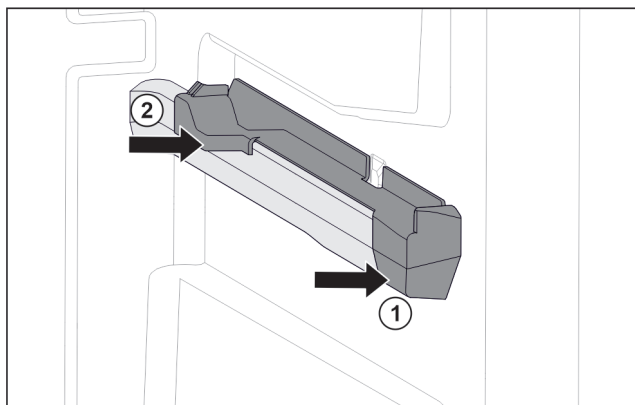

Fig. 132 Élément emboîtable sur la nervure de récipient droite
- ▶ Poser le devant de l'élément emboîtable contre la nervure de récipient. Fig. 132 (1)
- ▶ Enfoncez l'arrière de l'élément emboîtable. Fig. 132 (2)